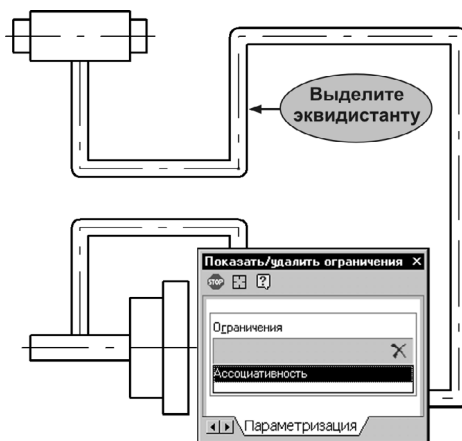

Рис. 59.87.
11. Выделите эквидистанту и просмотрите ее ограничения и связи (рис. 59.87).